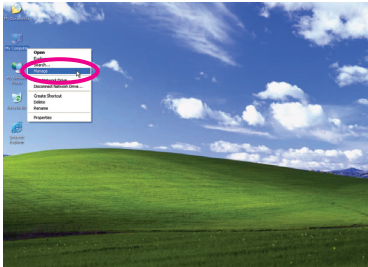
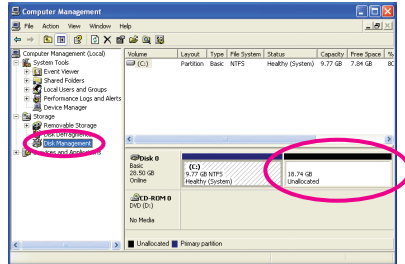

図 4
図 5
- オペレーティングシステムをインストールしたら、デスクトップの **My Computer (マイコンピュータ)** アイコンを右クリックし、**Manage (管理)** (図 4) を選択します。**Computer Management (コンピュータの管理)** をポイントして、ディスク割当をチェックします。Xpress Recovery2はバックアップファイルを空き領域 (上部の黒いストライプ) に保存します (図 5)。十分な空き領域がない場合、Xpress Recovery2 はバックアップファイルを保存できません。